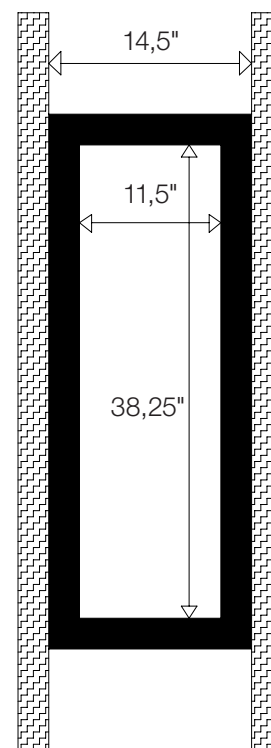

Figure 14
2. Utilisez des tasseaux de 51 mm (2") x 152 mm (6") pour créer un cadre aux dimensions intérieures de 971,6 mm x 292,1 mm (38,25" x 11,5") (Figure 14). Fixez-le aux montants existants avec des clous ou des vis à bois.